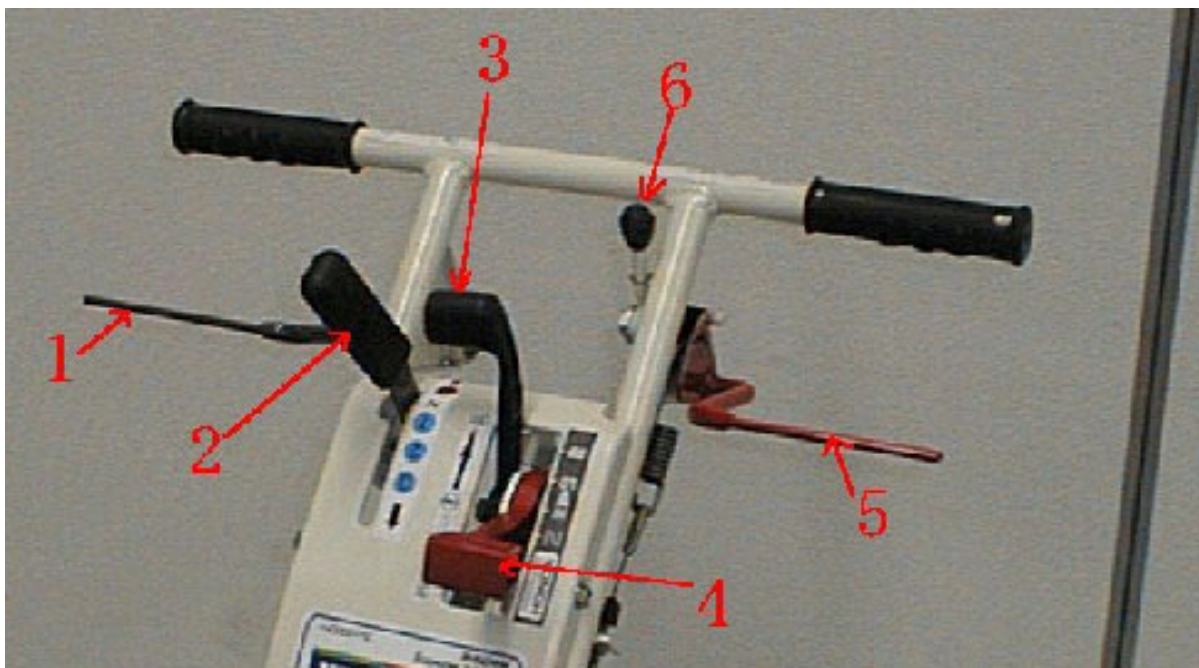

Figure 2
Après avoir engagé une vitesse (voir chapitre « levier de vitesse »), tirez sur la poignée (figure 2, repère 1) pour faire avancer la tondeuse. Relâchez la poignée, la machine s'arrête.
Il permet de sélectionner la vitesse d'avancement suivant la hauteur de l'herbe à couper (figure 2, repère 2). La position (N) correspond au point mort de la transmission.
LEVIER DE BLOCAGE DE DIFFERENTIEL (FIGURE 2, REPERE 3)
Ce levier a plusieurs fonctions (figure 2, repère 4).
Ils sont utilisés pour la tonte, ils permettent d'actionner les lames et de les maintenir en rotation (figure 2, repère 5 et 6).
Poussez d'abord le levier (figure 2, repère 6) vers l'avant, puis tirez le levier rouge (figure 2, repère 5) contre le mancheron.
Pour arrêter la rotation des lames, relâchez le levier (figure 2, repère 5).
- Enclenchez la rotation de la lame (figure 2, repère 5) puis accélérez à fond.
- Actionnez la poignée d'avancement (figure 2, repère 1). La tonte commence.